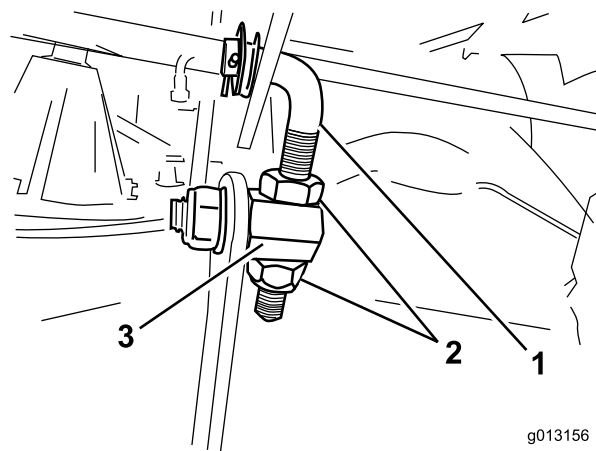
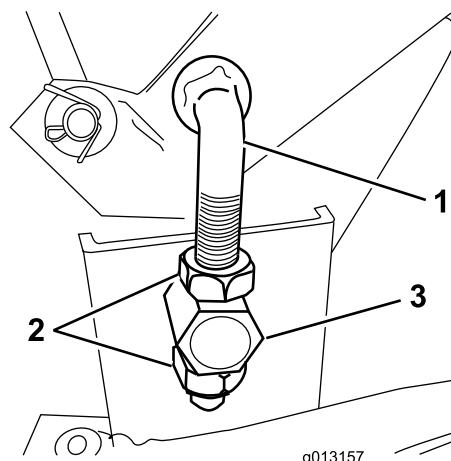

Bild 44
Bild 45
3. Lösen Sie die Muttern an den verstellbaren Lenkern vorne und hinten (an der rechten Seite des Mähwerks), damit sich die Lenker ungehindert durch die Drehzapfen bewegen können (Bild 44 und Bild 45).